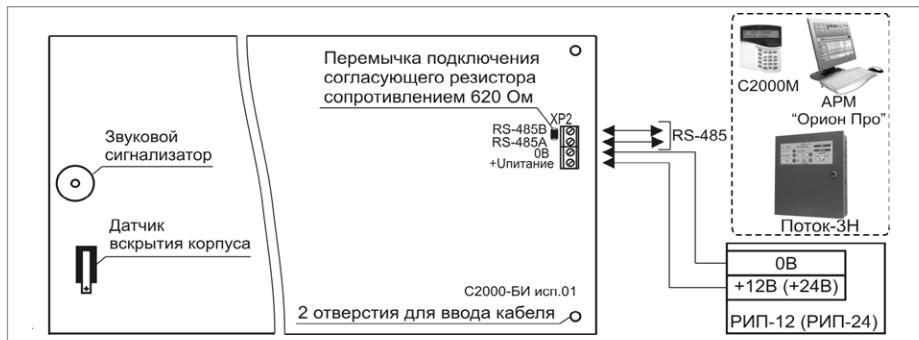

Рисунок 7. Схема внешних соединений блока «С2000-БИ исп.01»
- Подключение соединительных линий выполняйте в соответствии с проектной документацией и схемой на рис. 7.